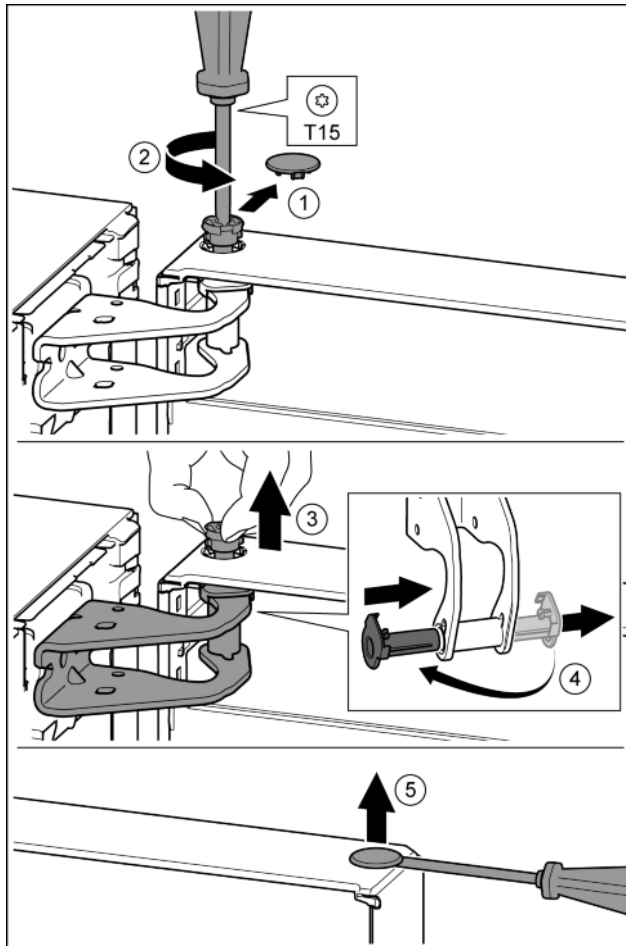

Fig. 8
- ▶ Facendo attenzione, togliere la copertura di sicurezza Fig. 8 (1)
- ▶ Con un cacciavite T15 svitare leggermente il perno Fig. 8 (2)
- ▶ Trattenere la porta ed estrarre il perno con le dita Fig. 8 (3)
- ▶ Estrarre la boccola del supporto dalla guida. Inserire dall'altro lato e innestare a scatto Fig. 8 (4)
- ▶ Con un cacciavite sollevare con attenzione i tappi dalla boccola del supporto porta ed estrarli Fig. 8 (5)